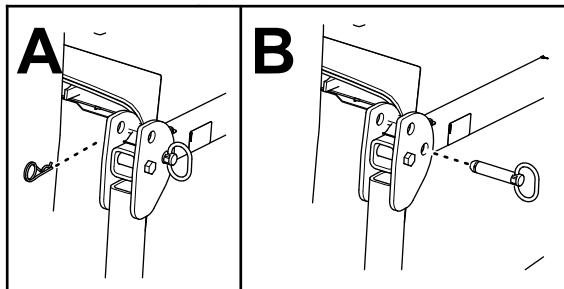

Figura 30
2. Retire las chavetas y los pasadores de la barra antivuelco (Figura 30).
3. Eleve la barra antivuelco y sujetela con los pasadores y las chavetas (Figura 30).